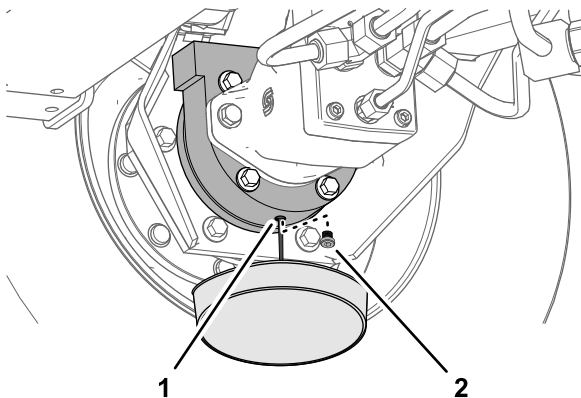

図 61
- ブレーキハウジングの下に容器を置き、プラグを外してオイルを抜く図 61。